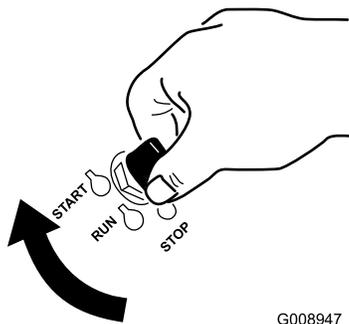

図 14
1. 始動キーを Start 位置に回す (図 14)。エンジンが始動したら、キーから手を離す。
7. 始動キーを Start 位置に回す (図 14)。エンジンが始動したら、キーから手を離す。